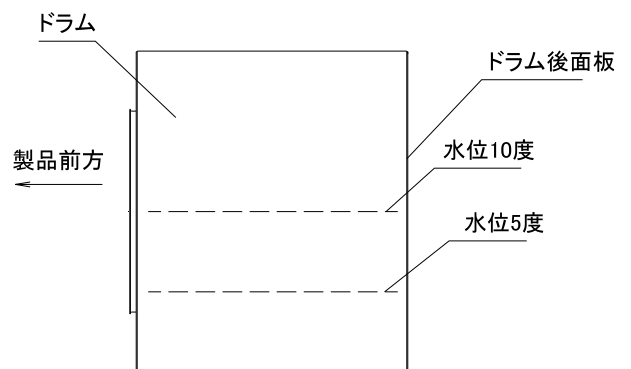

図2 水位
- 水位度はドラム（洗濯槽）に給水したとき、ドラム後面板の中心を10度として表現しています。（図2参照）